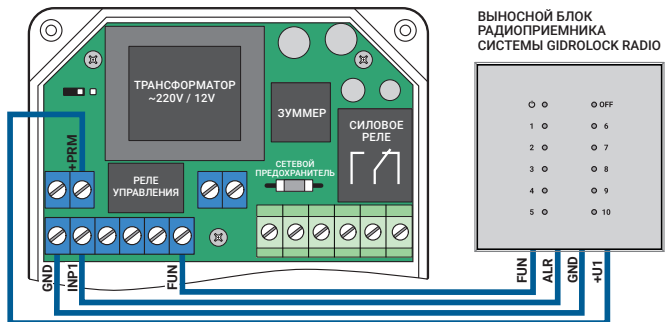

Рис. 8. Схема подключения выносного радиоприемника системы GIDROLOCK RADIO
- функция «автоповорот» отключена. Это дает возможность использовать блок управления, например, совместно с работой скважного насоса, где автоповорот не нужен (рис. 8);
**6.6.** Рис. 8. Схема подключения к блоку управления выносного блока радиоприемника системы GIDROLOCK RADIO для использования радиодатчиков протечки воды WSR. К одному радиоприемнику можно подключить до 10 беспроводных радиодатчиков GIDROLOCK WSR.